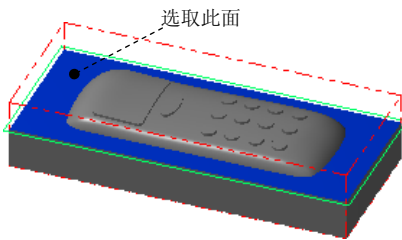

图 24.15 选取加工面
Step2. 设置加工区域。在图形区中选取图 24.15 所示的曲面，然后按 Enter 键，系统弹出“刀具路径的曲面选取”对话框。然后单击 **干涉面** 区域中的 **✎** 按钮，选取图 24.16 所示的面为干涉面，然后按 Enter 键。单击 **边界范围** 区域的 **✎** 按钮，选取图 24.16 所示的边线为边界，单击“串连选项”对话框的 **✓** 按钮。再单击 **✓** 按钮完成加工区域的设置，同时系统弹出“曲面精加工浅平面”对话框。